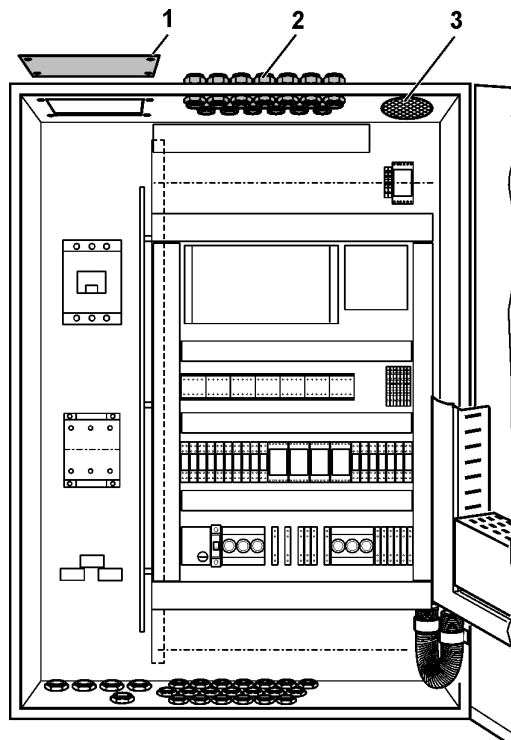

Рис. 12 Подвод кабеля к электрощиту модуля
- Подвести присоединительные кабели через кабельные выводы в верхней части модуля (0, рис. 12 поз. 2).